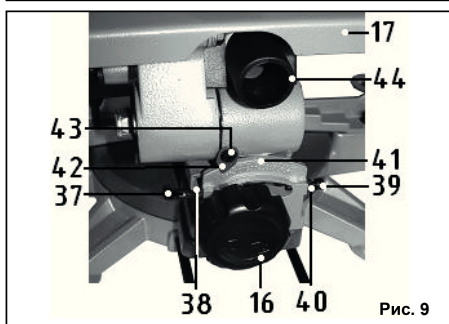

Рис. 9
9.4. Установка угла наклона пильного диска (Рис.9) 9.4.1. Для выполнения наклонного пиления необходимо произвести наклон пильного диска.
9.5. Подключение систем удаления опилок (Рис.9)